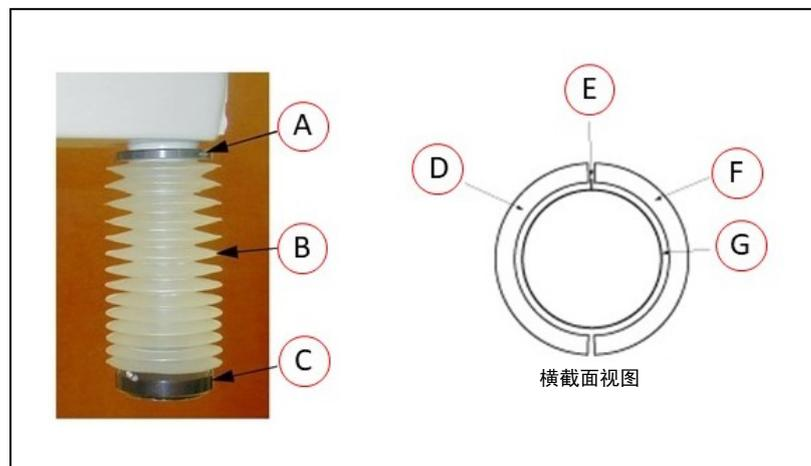

图 9-14. 波纹管更换和对准
7. 重新安装上部波纹管卡箍。您必须将卡箍半环的配合面与波纹管缝隙对准，参见图9-14。拧紧螺钉以固定波纹管。